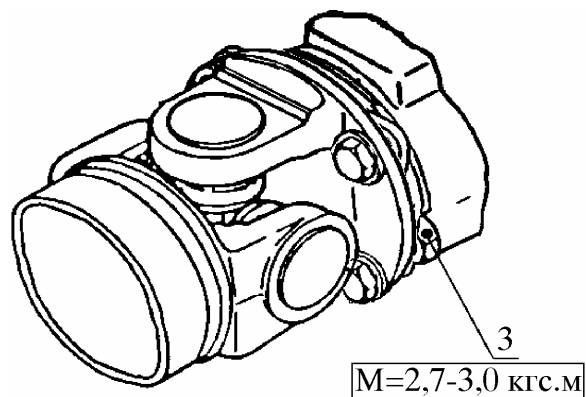

Рис. 17. Подсоединение карданного вала:
6) гайки 1 (рис. 17) крепления фланца карданного вала затянуть с моментом от 27 до 30 Н.м (2,7 - 3,0 кгс.м)